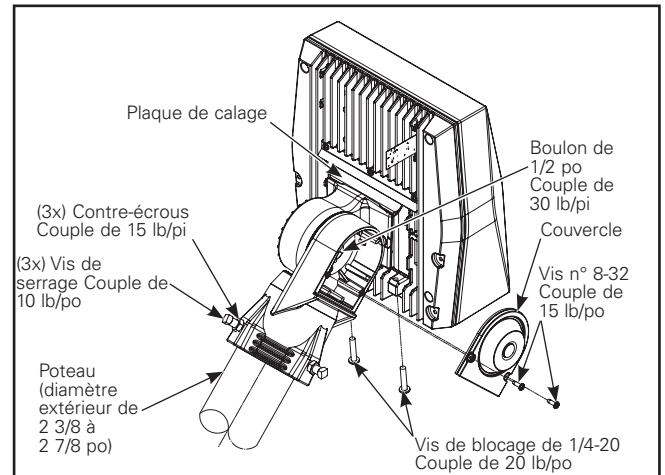

Figure 6. Grand luminaire Axcnt
3. Fixez l'ensemble de la fourche à emboîtement au luminaire. Assurez-vous que les fils d'alimentation du luminaire se retrouvent complètement sous la plaque d'ancrage et qu'ils ne sont pas coincés. Serrez les deux (2) vis Phillips 1/4-20 du luminaire à un couple de 2,3 Nm (20 po-lb). (Figure 6.)
5. Placez les câbles dans le poteau ou sur le corps de la fourche à emboîtement. Abaissez la fourche à emboîtement sur le dessus du poteau. Assurez-vous que les fils d'alimentation ne sont pas coincés. (Figure 6.)
7. Retirez les deux (2) vis du couvre-joint. (Figure 6.)